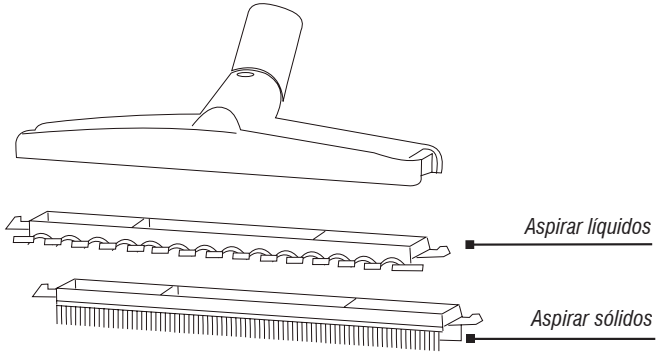

Fig. 7 – Montaje de la boca multiuso
- La boca multiuso permite la utilización con la escobilla para aspirar materiales sólidos o sin escobilla para aspirar líquidos, Fig. 7.